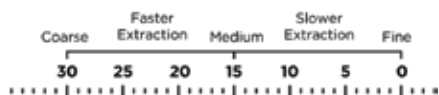

Fig. 3:
2. Bønneboksen har markeringer som indikerer kaffens grovhet (se Fig. 3). For å justere kverninnstillingen, sørg for at ønsket innstilling på bønneboksen er justert med markeringen på lokket (som vist i Fig. 4).